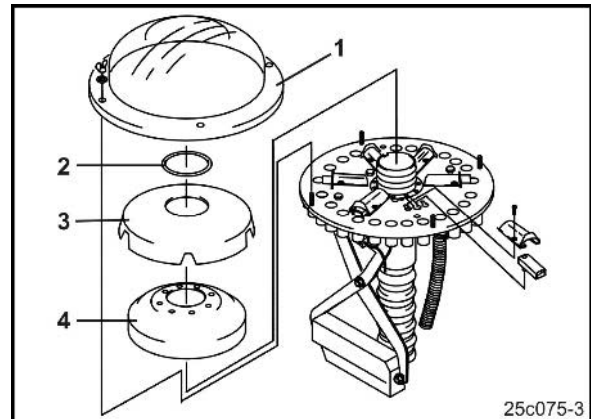

Fig. 131
1. Verteileraußenhaube (Fig. 131/1) demontieren.
2. Ring (Fig. 131/2) demontieren.
3. Verteiler-Innenhaube (Fig. 131/3) demontieren.
4. Schaumstoffeinsatz (Fig. 131/4) demontieren.